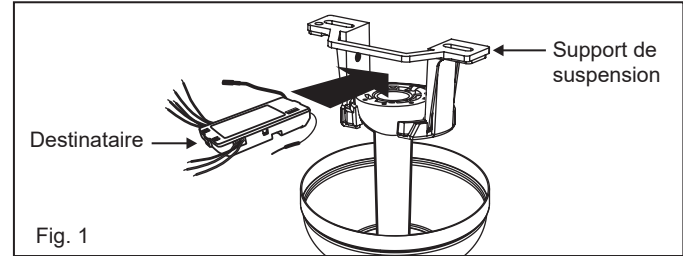

Fig. 1
1. Insérez le contrôleur dans le support de montage au plafond avec le côté plat du contrôleur face au plafond. (Fig. 1) Pour de meilleures performances, assurez-vous que l'antenne noire et l'antenne WIFI, à l'extrémité du contrôleur, restent étendues et ne sont pas emmêlées avec aucun des câbles électriques.